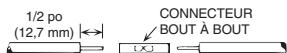

FIGURE 4
- Introduire les fils du moteur et les conducteurs du câble dans les connecteurs bout à bout. (Se reporter à la Figure 4.) S'assurer d'assortir les couleurs des conducteurs du câble descendant dans le puits avec celles des fils du moteur.
- Introduire les conducteurs du câble et les fils du moteur dans les connecteurs bout à bout et les sertir. (Se reporter aux Figures 4 et 5.)